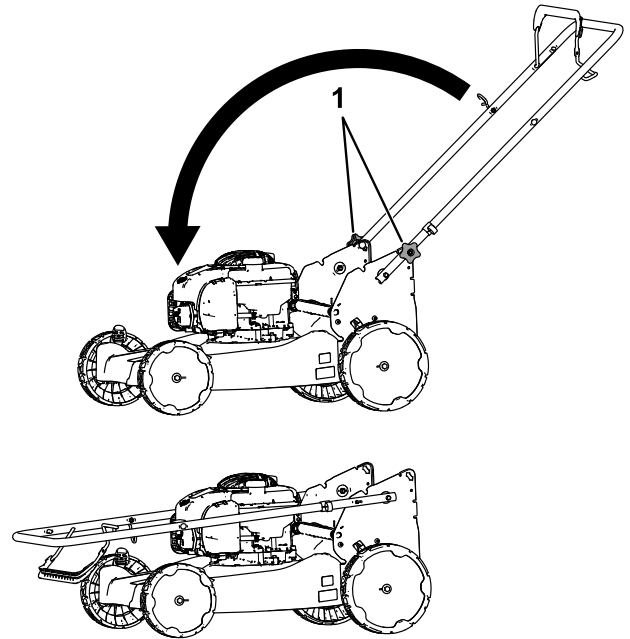

Figura 14
1. Retire y guarde los pomos del manillar y los pernos de cuello cuadrado de los soportes del manillar (Figura 14).
1. Pomos del manillar (2) y pernos de cuello cuadrado (2)
2. Mueva del manillar hacia adelante como se muestra en la Figura 14.